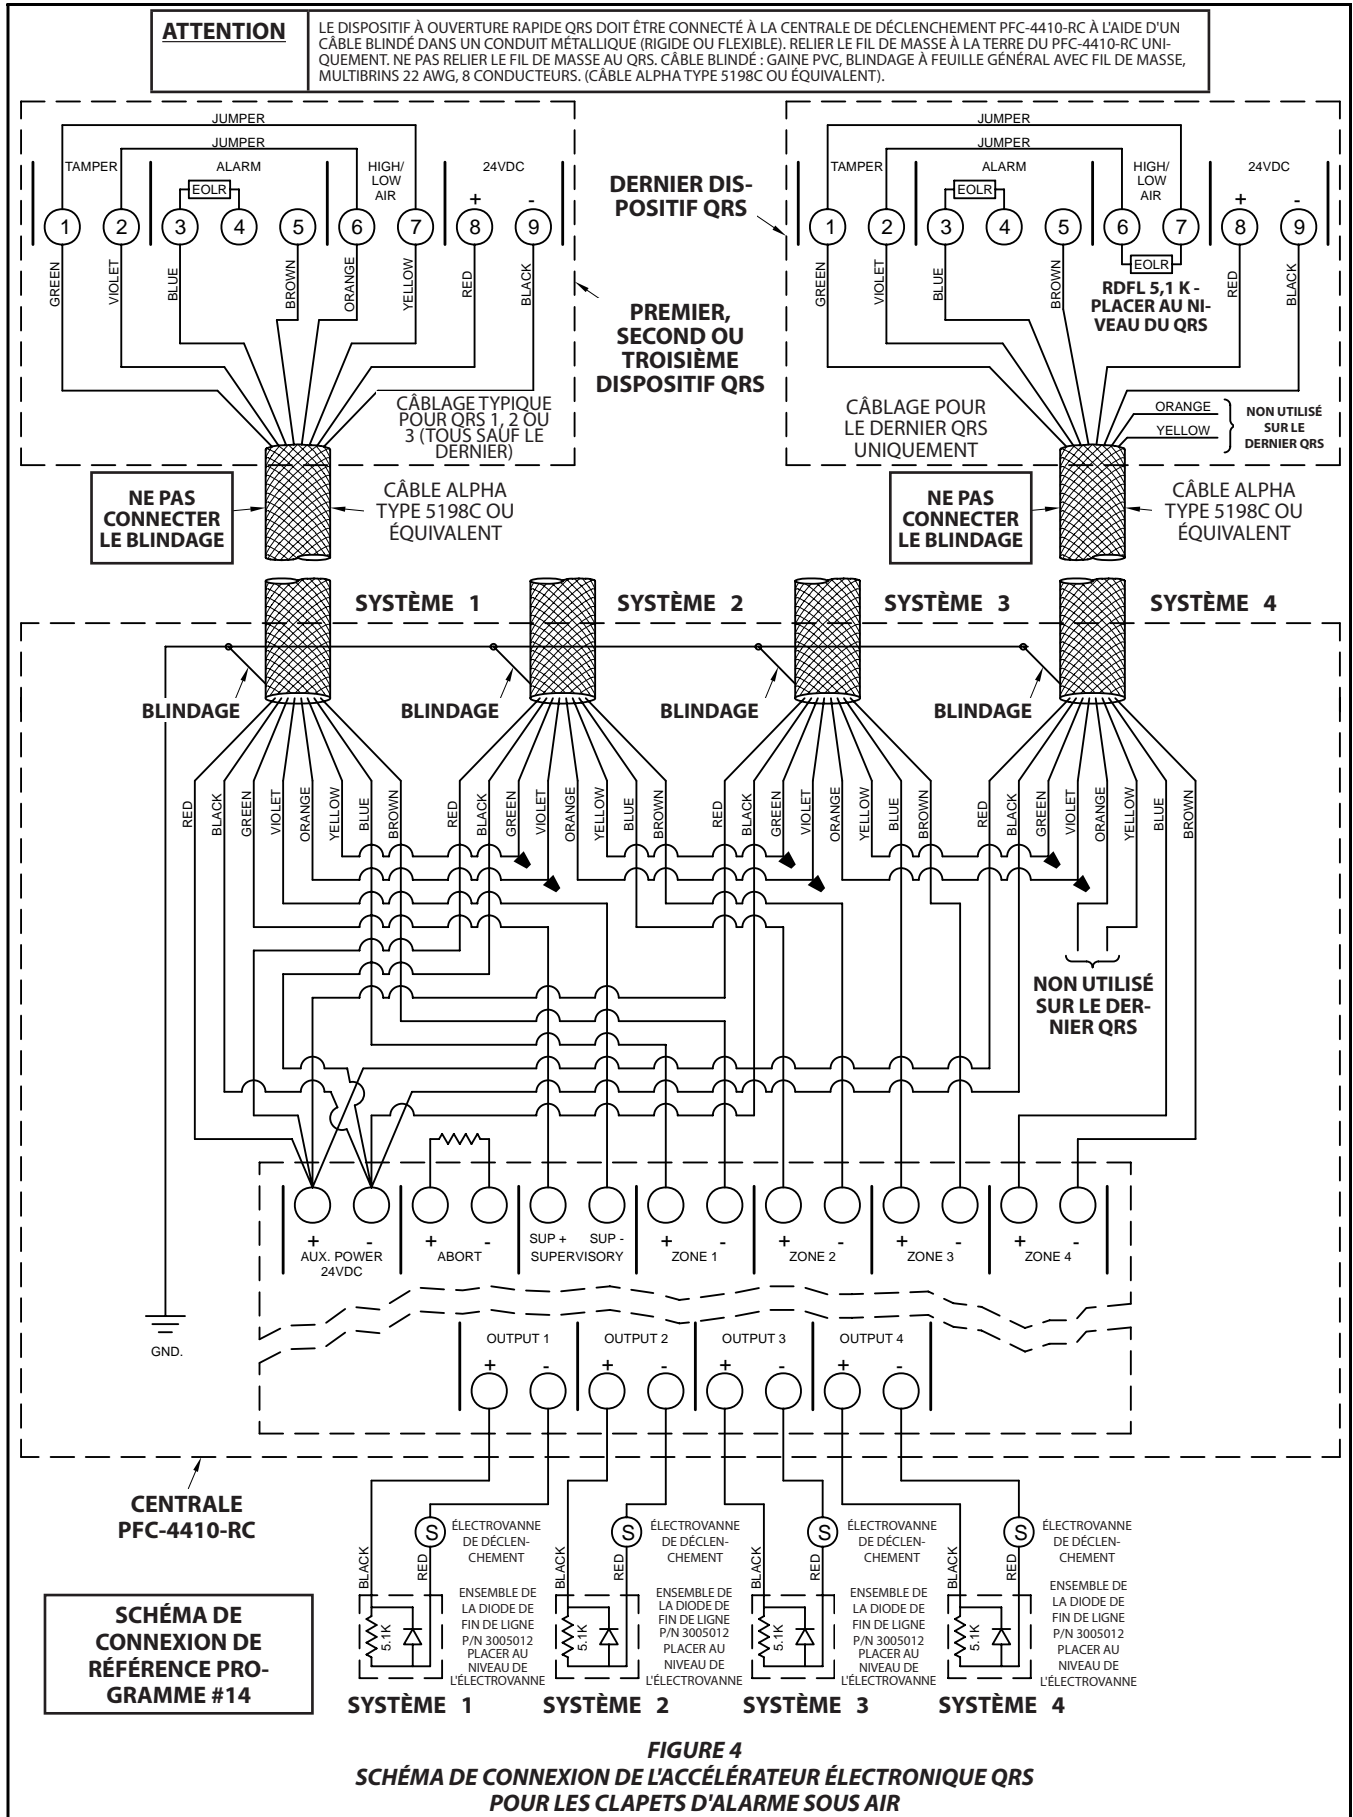

FIGURE 4
Étape 3. Le dispositif à ouverture rapide QRS, l'électrovanne et la centrale de déclenchement doivent être connectés selon la figure 4 ou 5, selon le cas. Toutes les connexions électriques doivent répondre aux exigences de NFPA 72.
La figure 4 permet de connaître les branchements pour les systèmes sous air utilisant le programme standard PFC-4410-RC #14.
Dans le cas de la figure 4, la RFDL pour le circuit de supervision est située dans le dernier dispositif à ouverture rapide QRS. Dans le cas de la figure 5, la RFDL pour la zone de supervision est située au niveau du QRS et les fils orange et jaune ne sont pas utilisés. Les interrupteurs anti-sabotage pour les vannes de sectionnement requises pour les systèmes de pré-action à double verrouillage doivent être reliés à la Zone 3 de la centrale de déclenchement PFC-4410RC qui est programmée en tant que zone